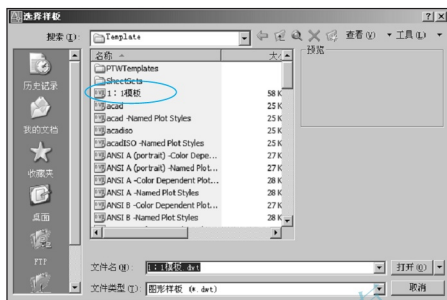

图 4.86 【选择样板】对话框
(1) 执行菜单栏中的【文件】|【新建】命令，默认状态下会打开【选择样板】对话框，如图 4.86 所示。
(2) 在【文件名】下拉列表中选择【1 : 1 模板】文件，然后单击【打开】按钮，则进入上面制作的 1 : 1 模板。
(3) 保存该文件并命名为“1 : 100 剖面图”。